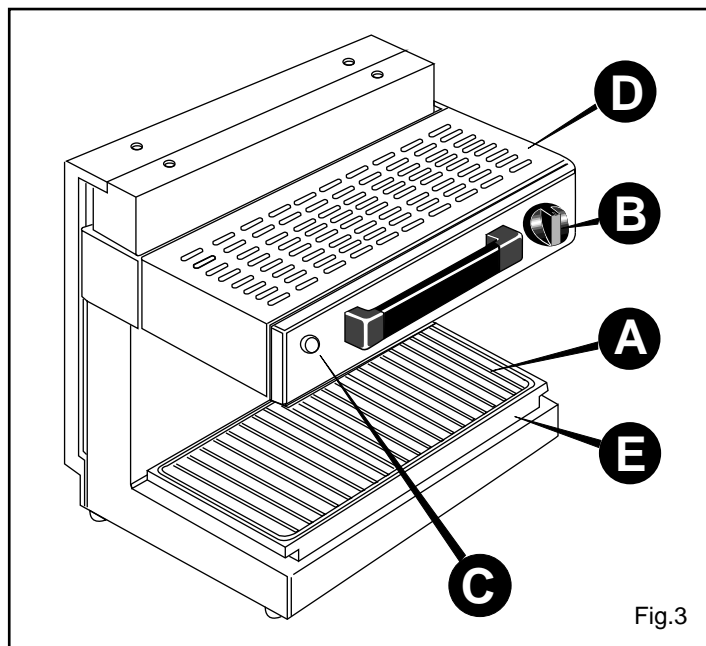

Fig.3
- Posicionen los alimentos que se han de gratinar sobre la parrilla **A** (fig.3).
Laven la bandeja **E** y la parrilla **A** (fig. 3) con agua caliente y un detergente no abrasivo.